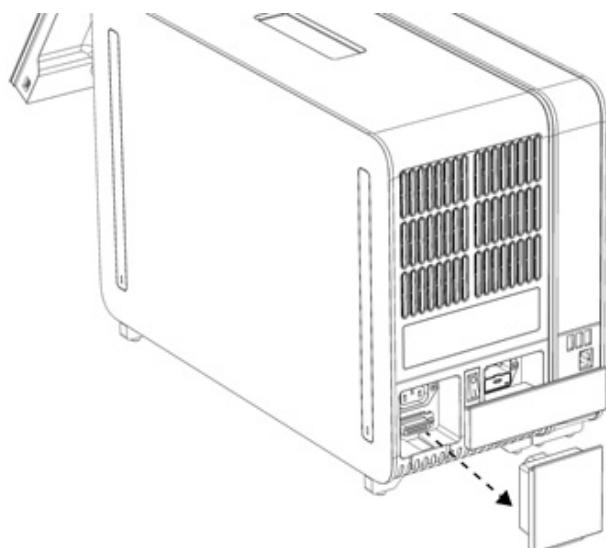

Figura 12. Rimozione del ponte copriterminali.
- 1d. Rimuovere il ponte copriterminali dal retro del modulo analitico (Figura 12).